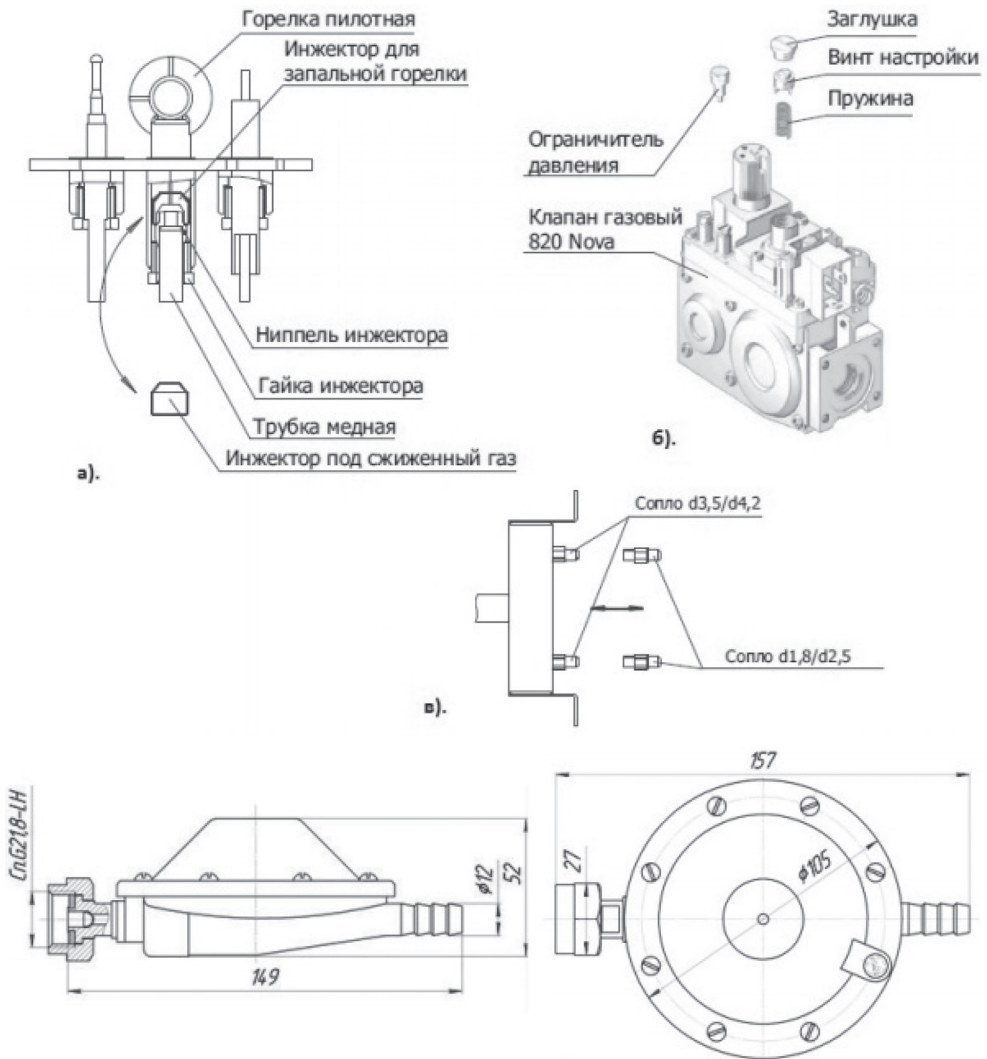

Рисунок 12 - Схема переналадки изделия для работы на сжиженном газе
1. Открутить с фланца пилотной (запальной) горелки гайку и ниппель инжектора с трубкой медной, снять инжектор для запальной горелки (Рисунок 12 а). Взамен его установить в пилотную горелку инжектор под сжиженный газ из комплекта по переналадке. Закрепить трубку медную на фланце горелки ниппелем инжектора с помощью гайки инжектора. Убедиться в надежной фиксации.
2. Снять с клапана газового SIT NOVA 820 mV ограничитель давления (латунный колпачок на верхней части клапана), находящийся под заглушкой пластмассовый установочный винт и пружину (Рисунок 12 б) и заменить их ограничителем давления под сжиженный газ из комплекта переналадки. Момент затяжки ограничителя давления - 1 Нм.
3. Снять с газовада сопла и заменить их соплами из комплекта (Рисунок 12 в). В зависимости от мощности горелки сопла отличаются количеством и диаметрами проходных сечений (Таблица 2), поэтому важно производить замену только на сопла с соответствующей маркировкой